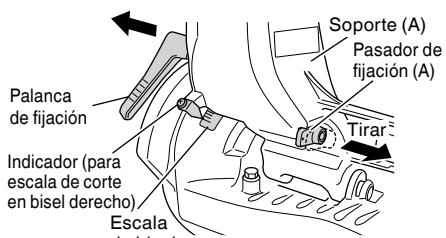

Fig. 29
(1) Afloje la palanca de fijación e incline la hoja de sierra hacia la izquierda o la derecha. Cuando incline la cabeza del motor hacia la derecha tire del pasador de fijación (A) hacia la parte posterior. La palanca de fijación adopta el sistema de enganche. Cuando el banco de trabajo entra en contacto con el cuerpo principal, tire de la palanca de fijación en la dirección de la flecha tal como se observa en la Fig. 29, y cambie la dirección de la palanca de fijación.
- (2) Ajuste el ángulo de inclinación hasta el valor deseado observando la escala de ángulos de bisel y el indicador, y después asegure la palanca de fijación.
- (3) Siga los procedimientos indicados en los párrafos 4, 5 y 6 anteriores. Con respecto a las dimensiones máximas para biselado, consulte "ESPECIFICACIONES" de la página 92.